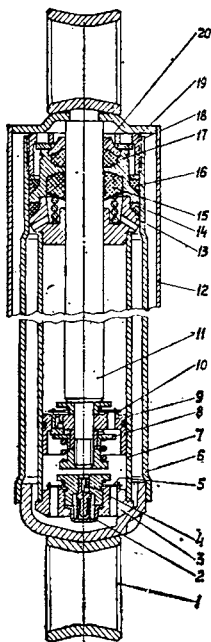

Рис. 81. Амортизатор:
**Амортизатор** (рис. 81) телескопического типа, состоит из рабочего цилиндра и узлов: штока с поршнем в сборе, клапана сжатия и резервуара в сборе. Верхней своей проушиной, соединенной со штоком, он крепится к кронштейну рамы, а нижней, соединенной с резервуаром, — к мосту автомобиля. Амортизатор — устройство, предназначенное для гашения колебаний, возникающих при движении автомобиля по неровностям дороги.
Прежде чем разобрать амортизатор, очистите его от грязи, тщательно промойте и протрите. Операции разборки и последующей сборки выполняйте в условиях, обеспечивающих чистоту. После первых 3000 км пробега или при подтекании жидкости через сальник штока и уплотнительные кольца подтяните гайку 18 (рис. 81). Если подтекание не прекратится, то снимите амортизатор, разберите, осмотрите уплотнительные кольца и отверстие направляющей втулки штока. Изношенные по внутреннему диаметру сальник штока, направляющую штока, уплотнительные кольца резервуара и другие детали замените. Ре-